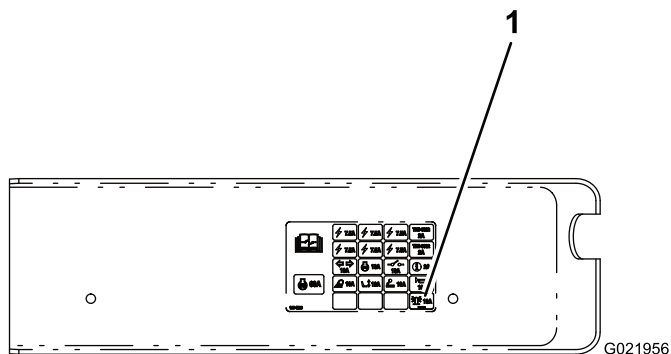

Figura 8
2. Coloque la pegatina de la baliza sobre la pegatina del bloque de fusibles en el lugar indicado (Figura 8). Asegúrese de que la superficie está limpia y seca antes de aplicar la pegatina.